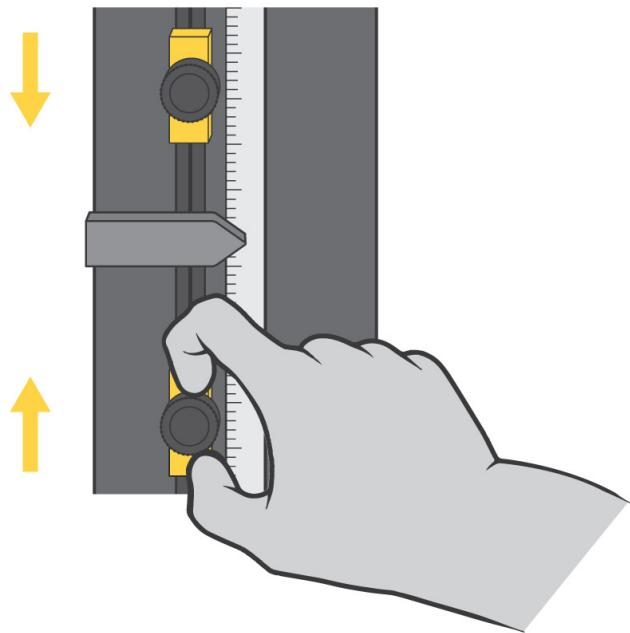

Abbildung 11. Einstellung der Fahrwegsanschläge
Die Fahrwegsanschläge sind zwei einstellbare Blöcke auf der Begrenzungsschalter-Stange, die sich in der Säule der Maschine befindet, wie in Abbildung 11 auf Seite 97 gezeigt. Die Fahrwegsanschläge (1 und 2) haben Rändelschrauben, mit denen sie von Hand gelöst und angezogen werden können, damit Sie die Anschläge auf die gewünschte Position auf der Begrenzungsschalter-Stange verschieben können. Richten Sie die Anschläge kurz außerhalb des für den Versuch erforderlichen Bereichs ein. Wenn die Traverse den maximalen eingestellten Verfahrweg erreicht, berührt die Begrenzungsschalter-Betätigung (3) einen der Anschläge. Der Kontakt zwischen der Schalterbetätigung und dem Fahrwegsanschlag bewegt die Begrenzungsschalter-Stange (4) und aktiviert die Grenzschalter. Damit wird die Traversenbewegung gestoppt.